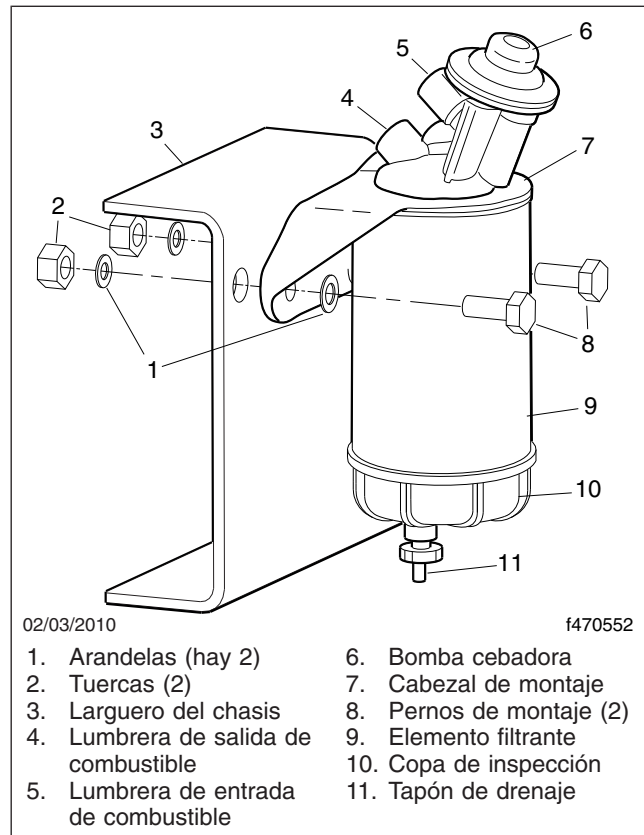

Figura 11.12, Ensamblaje e instalación del separador de combustible y agua Alliance
4.3 *Modelos Alliance/Racor.* Gire el tapón de drenaje en sentido contrario al de las manecillas del reloj para abrirlo. Vea la **Figura 11.12**.